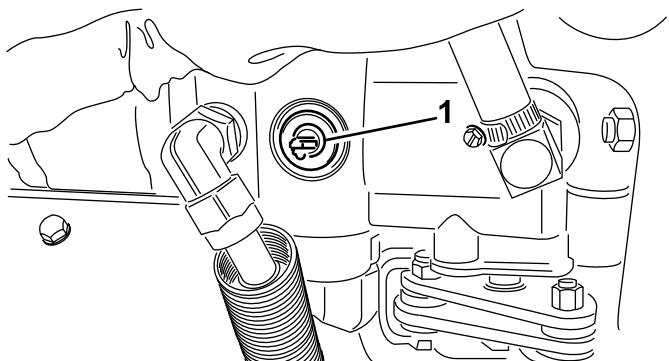

図 31
- 油圧ポンプについているバイパスバルブ（図31）のレバーを90°回転させる（水平が開いた状態）。